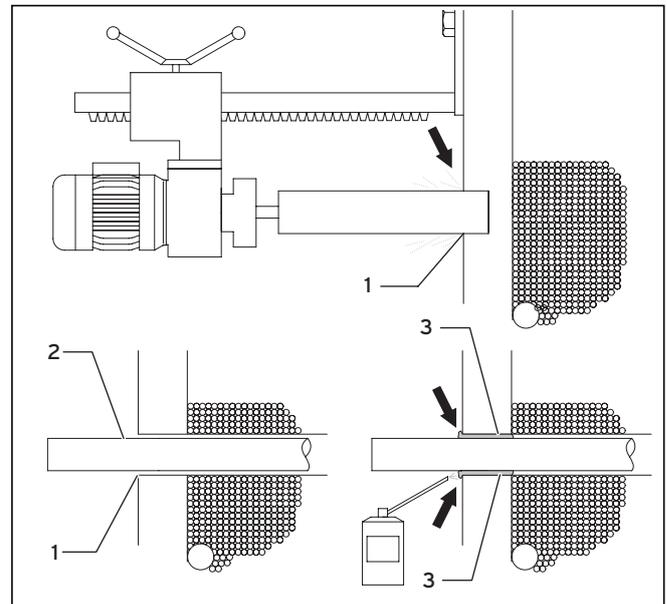

**Fig. 4.2 Distancias mínimas para la colocación de la bomba de calor**
- Al colocar la bomba de calor tenga en cuenta las distancias mínimas con la pared (véase fig. 4.2).